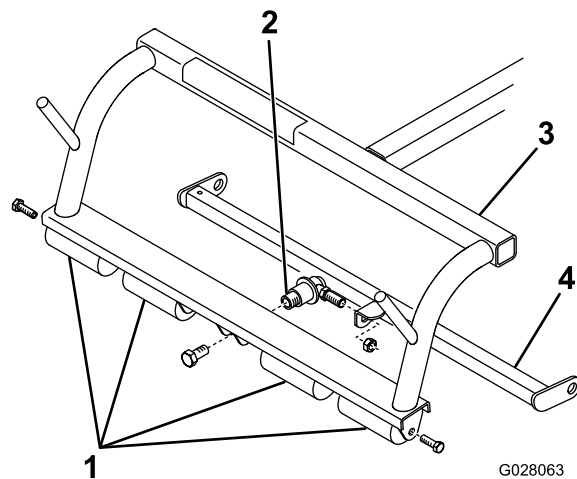

Рисунок 3
Примечание: Если несущие рамы оборудованы одноточечными приводными рамами, снимите приводную раму и соединительный шаровой шарнир (Рисунок 3).
- А. Выверните винты крепления наружных концов каждого вала защитного катка к каждому концу несущей рамы (только наружные концы валов); см. Рисунок 3.